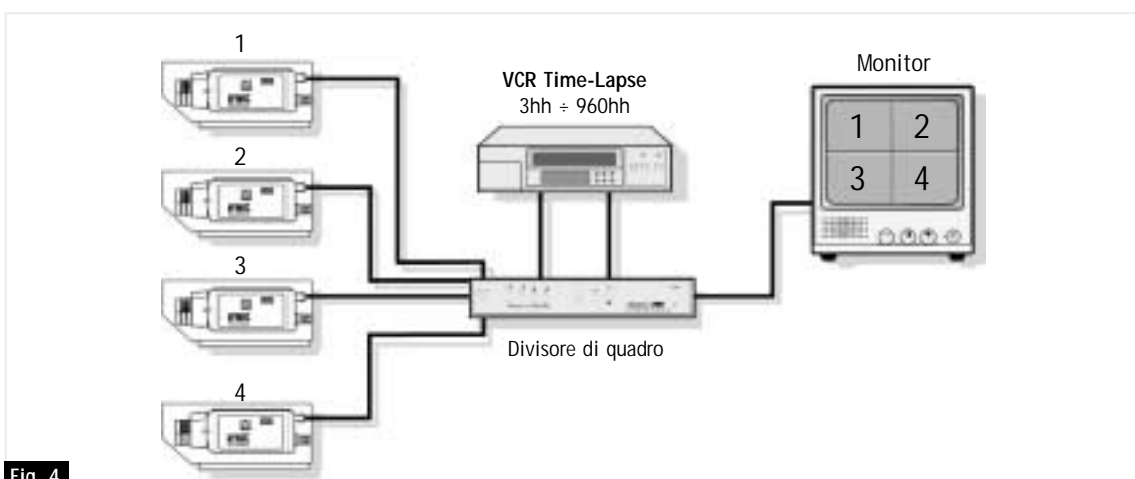

Fig. 4
3. Tramite il **divisore di quadro** (Quad) è possibile visualizzare contemporaneamente 4 o più immagini su un solo schermo [fig. 4]. In caso di necessità
5. I registratori **VCR Time Lapse** ad intervallo di tempo [fig. 4 ÷ 6] hanno la possibilità di registrare un numero predeterminato di semiquadri, inferiore o uguale ai 50 al secondo di un videoregistratore convenzionale (es: mod 3h = 50 semiq. al